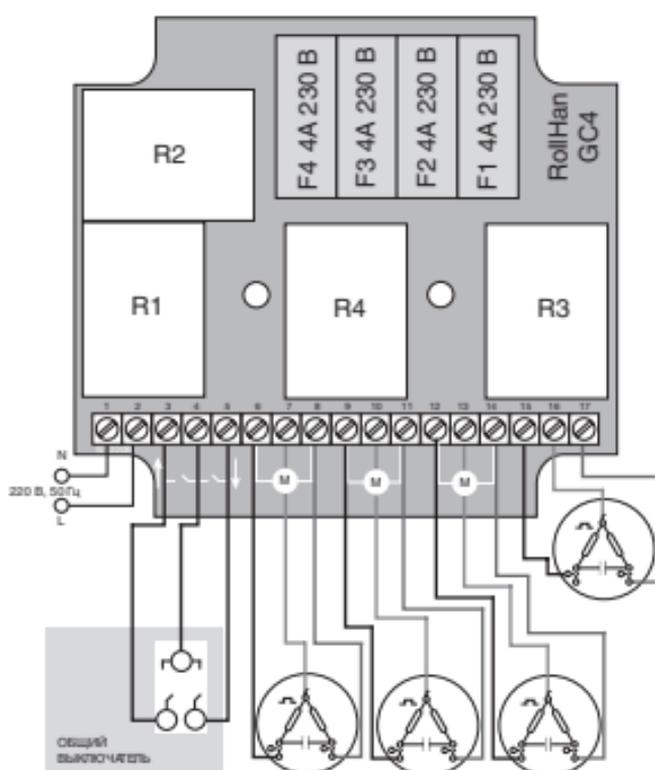

Рис. 2. Схема подключения группового управления GC4
3. Выполните электрическое подключение согласно схеме (рис. 2).
4. ПОДКЛЮЧЕНИЕ**Назначение контактов (рис. 2)**